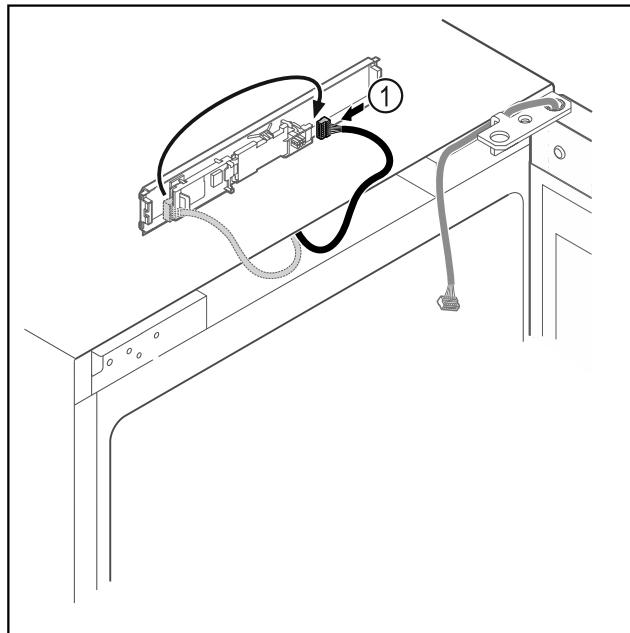

Fig. 14
- ▶ Schimbați poziția de introducere a fișei Fig. 14 (1) la placă electronică.